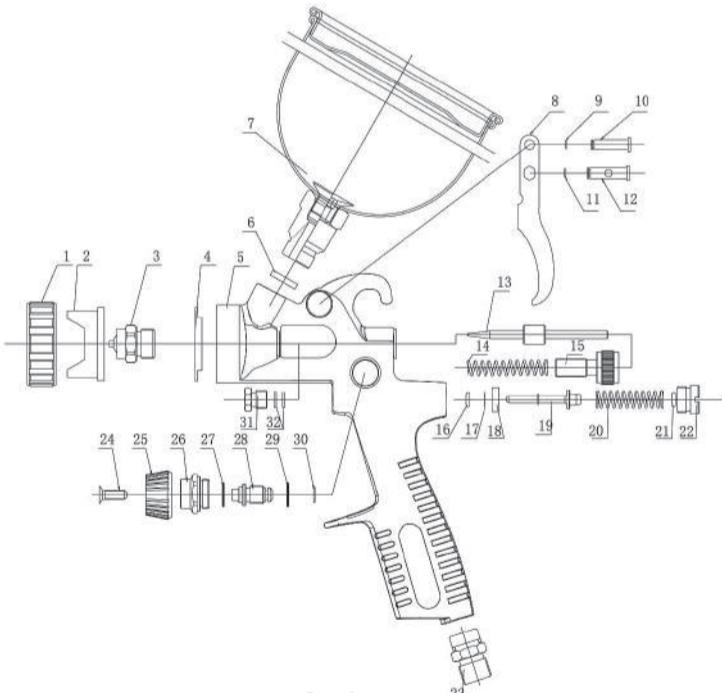

Рис. 1
СХЕМА КРАСКОПУЛЬТА (Рис. 1)
- Для регулировки ширины и формы факела, поверните соответствующий регулятор (№25, Рис.1). При необходимости формы факела можно изменить с овальной на круглую.
- Для регулировки соотношения подачи воздуха и материала, поверните винт регулировки подачи воздуха (№22, Рис.1) и/или регулятор подачи материала (№15, Рис.1) до нужного положения. Во время работы ни в коем случае не выкручивайте регуляторы полностью.